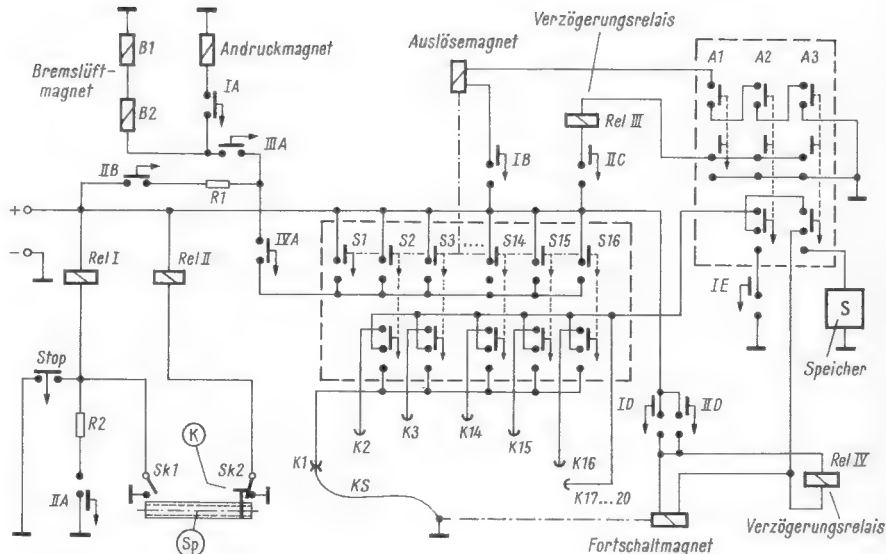

Bild 5. Über den Spurwahlschalter (S 1 bis S 16) ist jede Spur sofort wählbar. Der Speicher S ermöglicht eine Spurvorwahl in beliebiger Reihenfolge
Bild 5. Der Bandablauf erfolgt durch Antreiben der Aufwickelspule. Da die Bandgeschwindigkeit nicht konstant sein muß, kann die Antriebsrolle direkt auf die Aufwickeltrommel wirken
Das Gummireibrad wird nach Bild 5 durch einen Zugmagneten eingekuppelt. Dieser Steuervorgang bewirkt gleichzeitig, daß auch der Ton- und der Löschkopf mit definierter Kraft an das Band angedrückt werden.
In Bild 5 ist eine spezielle Ausführungsform des Magnetbandspielers dargestellt.
Als wesentliche Ergänzung ist hierbei die in Bild 3 gezeigte Stufenscheibe (10) starr mit einer Zahnscheibe (19) verbunden, die in Verbindung mit einem Fortschaltmagneten (18) die Stufenscheibe weiterbewegt. Gleichfalls damit verbunden ist eine Kontaktscheibe, die mit einem Schleifkontakt versehen ist. In Bild 5 ist die Zahnscheibe nur durch den Schleifkontakt (KS) angedeutet. Er wird beim Drehen der Scheibe an den feststehenden Kontakten (K 1 bis K 20) vorbeigeführt. Diese Kontakte sind so angeordnet, daß jeder Stufe der Stufenscheibe ein Kontakt gegenübersteht, der seinerseits dann mit dem Spurwahlschalter (S 1 bis S 16) verbunden ist. Die Kontakte K 17 bis K 20 erfüllen dabei den Zweck, die Stufenscheibe über die bereits erwähnte Steigung hinwegzudrehen, die die oberste und unterste Stufe direkt verbindet.